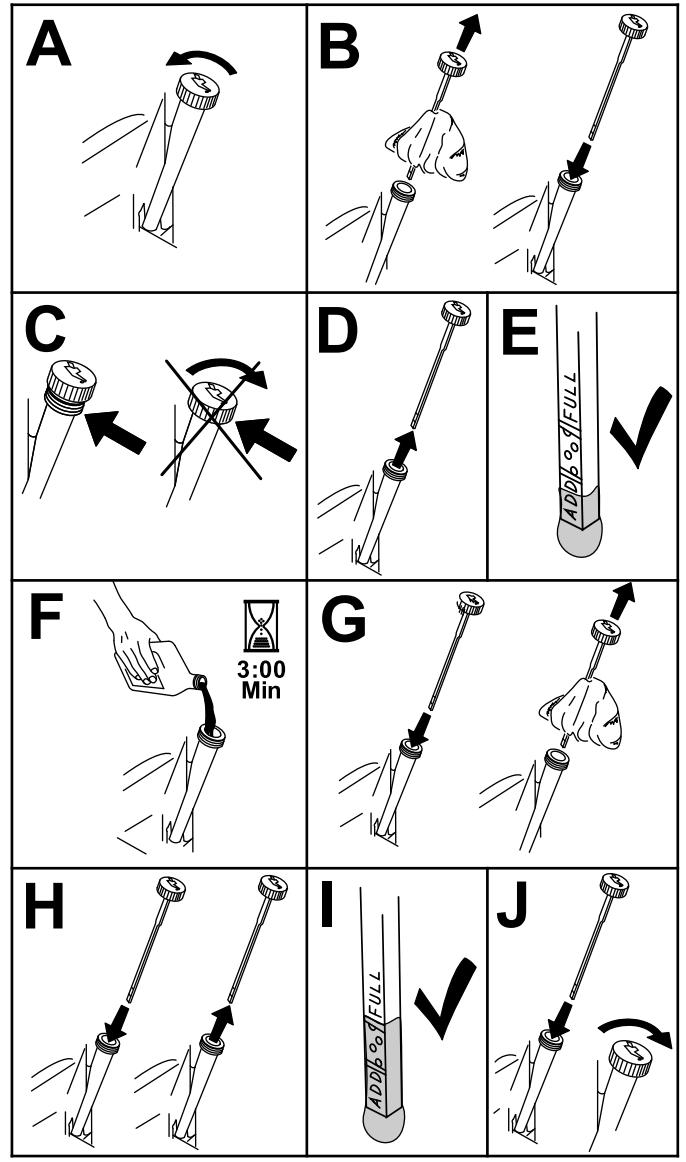

Figura 44
3. Verifique o nível de óleo do motor, conforme se mostra na (Figura 44).